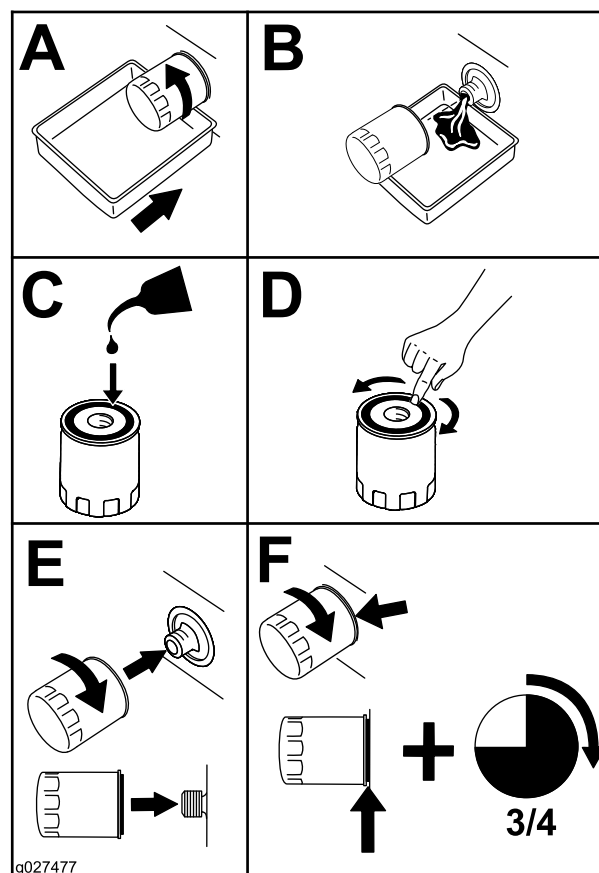

Figure 42
5. Remplacez le filtre à huile moteur (Figure 42).